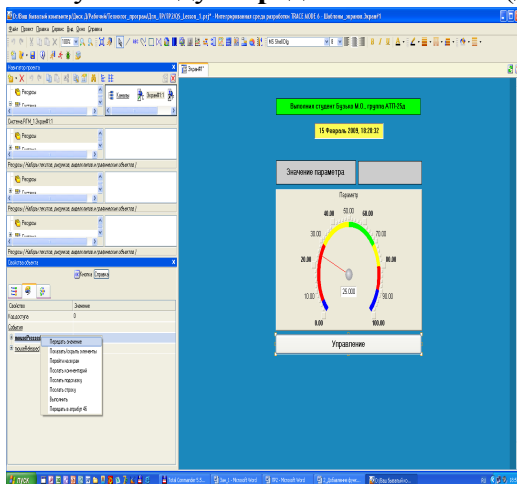

Рис. 3
4.2.4. Відкрити у вікні властивостей вкладку Дія  і ПК розкрити меню **mousePressed** (За натисканням). Вибрати із списку команду **Передати значення** (див. рис. 3).